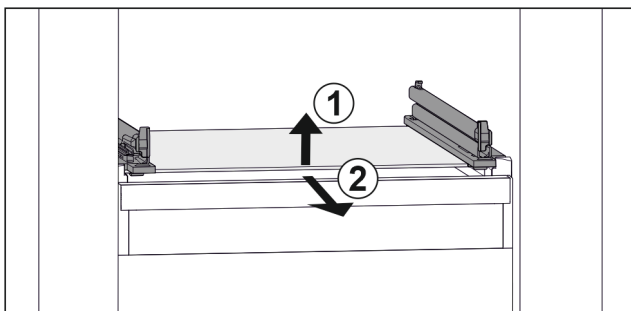

Fig. 71 Representación de la placa de vidrio a modo de ejemplo
- ▶ Levante la placa de vidrio por delante. Fig. 71 (1)
- ▶ Retire la placa de vidrio hacia delante. Fig. 71 (2)